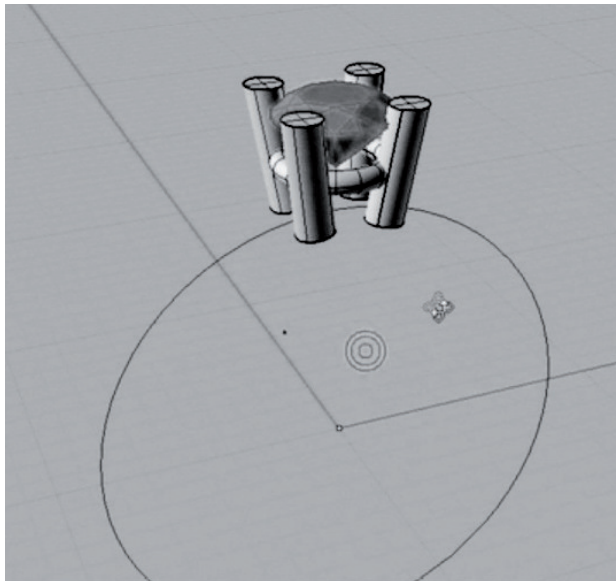

Рис. 110. Готовый каст
20. Выделяем каст в панели Solid Tools, затем указываем Boolean Difference, нажимаем на большой цилиндр и получаем готовый каст (рис. 110).